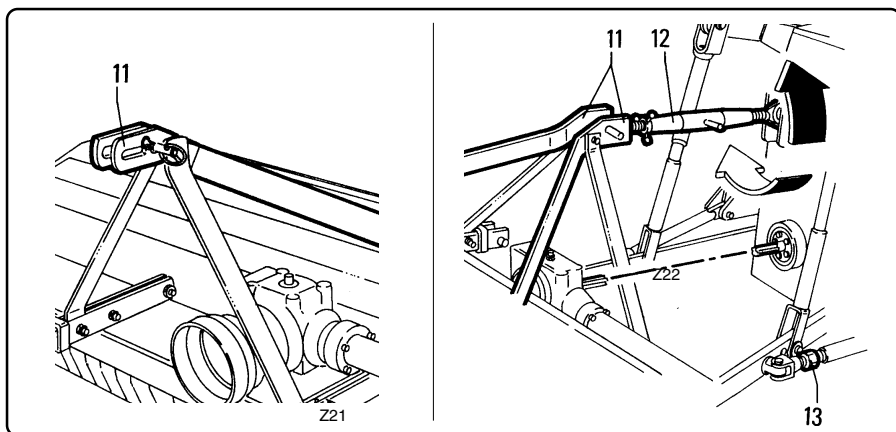

fig. 4.2.2
- Fix the upper rod "12" fig. 4.2.2 of the three-point hitch "11" and adjust it until the pto of the implement is parallel to the ground.
- Fissare il tirante superiore "12" fig. 4.2.2 dell'attacco a tre punti "11" e regolarlo fino a portare la presa di forza della macchina operatrice parallela al terreno.